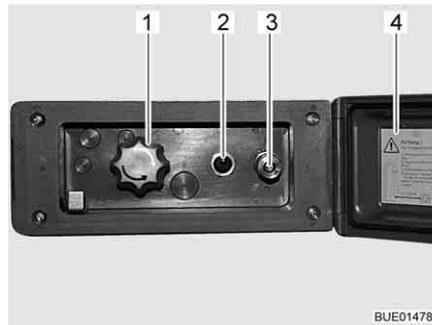

Fig. 95 Raccordo doccia esterno
- Sganciare ed aprire il coperchio (Fig. 95,4).
- Collegare il tubo flessibile della doccia esterna alla chiusura rapida (Fig. 95,3).
- Accendere la pompa dell'acqua con l'interruttore (Fig. 95,2).
- Regolare la temperatura dell'acqua ai gradi desiderati mediante la manopola (Fig. 95,1).
- Spegnere la pompa dell'acqua con l'interruttore (Fig. 95,2).
- Chiudere il coperchio (Fig. 95,4) e bloccarlo con la chiave.
- Ruotare la manopola (Fig. 95,1) sulla posizione centrale.